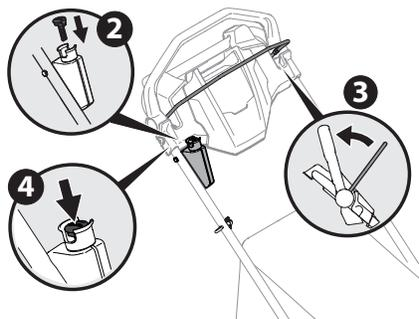

Figure 3-4
3. Placez-vous derrière l'appareil et serrez la commande des lames contre la commande d'entraînement. Voir Figure 3-4.
4. Pressez sur le bouton-poussoir pour démarrer le moteur. Voir Figure 3-4.